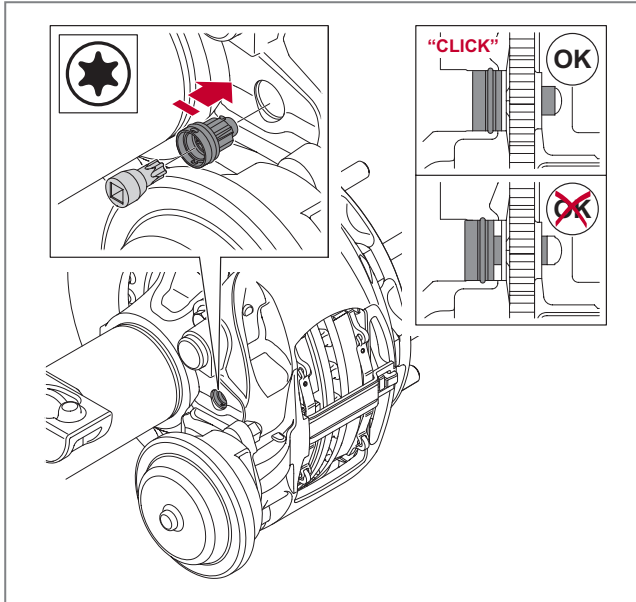

Abb. 74 - Rückstellwelle installieren
- Drücken Sie die Rückstellwelle von Hand in Position. Pressen Sie nicht und wenden Sie keine starken Kräfte auf, da ansonsten die Rückstellwelle beschädigt werden kann. Nur wenn die Rückstellwelle vollständig eingedrückt wird, ist beim Verrasten ein leichtes Klicken vernehmbar, siehe ► Abb. 74.